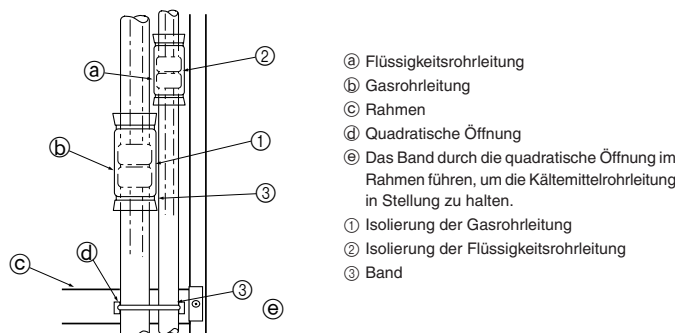

Fig. 4-5
Die konischen Verbindungen ① und ② der Gas- und Kältemittelrohrleitungen vollständig isolieren. Wenn ein Teil der Verbindungen freiliegt, kann Kondenswasser heruntertropfen. (Fig. 4-5)
- Die Isolierung ① der Gasrohrleitung und die Isolierung ② der Flüssigkeitsrohrleitung an beiden Enden befestigen, so daß sie nicht verrutschen und sie aneinander ausrichten.
- Nach Anbringung der Isolierung mit einem Band ③ die Kältemittelrohrleitung am Rahmen (unterhalb des Rohrverbindungs Bereichs) befestigen. Dies verhindert, daß die Kältemittelrohrleitung sich vom Rahmen abhebt. (Wenn sich die Kältemittelrohrleitung vom Rahmen abhebt, kann das Gitter nicht angebracht werden.)